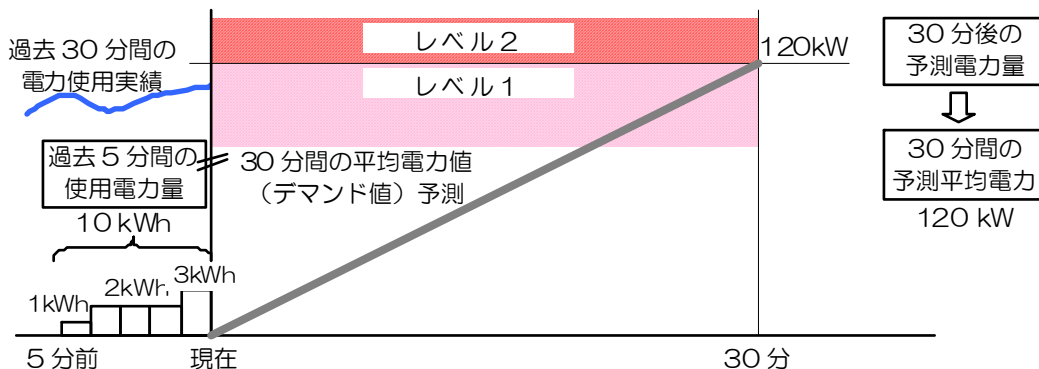

図 7-6 レベル予想図
例えば 図7-6において、現在 [過去 30 分間の使用実績] により省エネレベル 1 の制御を実施していたとします。このとき、①式より [過去 5 分間の使用電力量] から 30 分後の予測値を算出すると、省エネレベル 2 の領域に達してしまいます。この場合、省エネ制御レベル 2 で設定した省エネ制御を実行することになります。